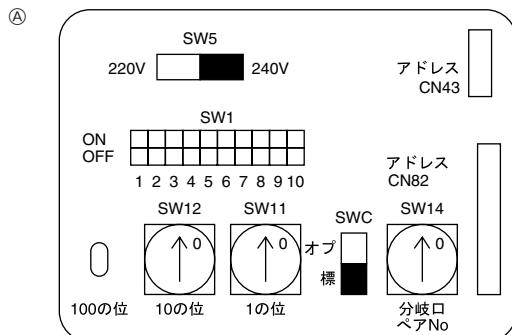

Fig. 4-4
- *1 Relier la terre du câble de transmission à la terre (L) par la borne de terre de l'appareil extérieur.
4.3. Configuration des adresses (Fig. 4-4)